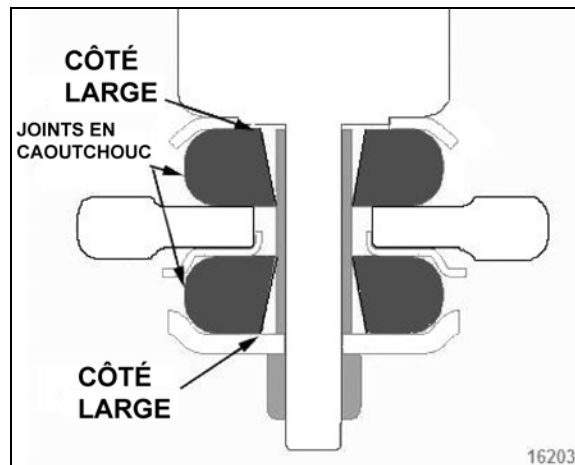

FIGURE 37 : BAGUES DE MONTAGE INFÉRIEUR D'AMORTISSEUR
4. Sur le montage inférieur, veillez à poser les joints de caoutchouc avec le côté large du trou taraudé comme illustré dans Figure 37.